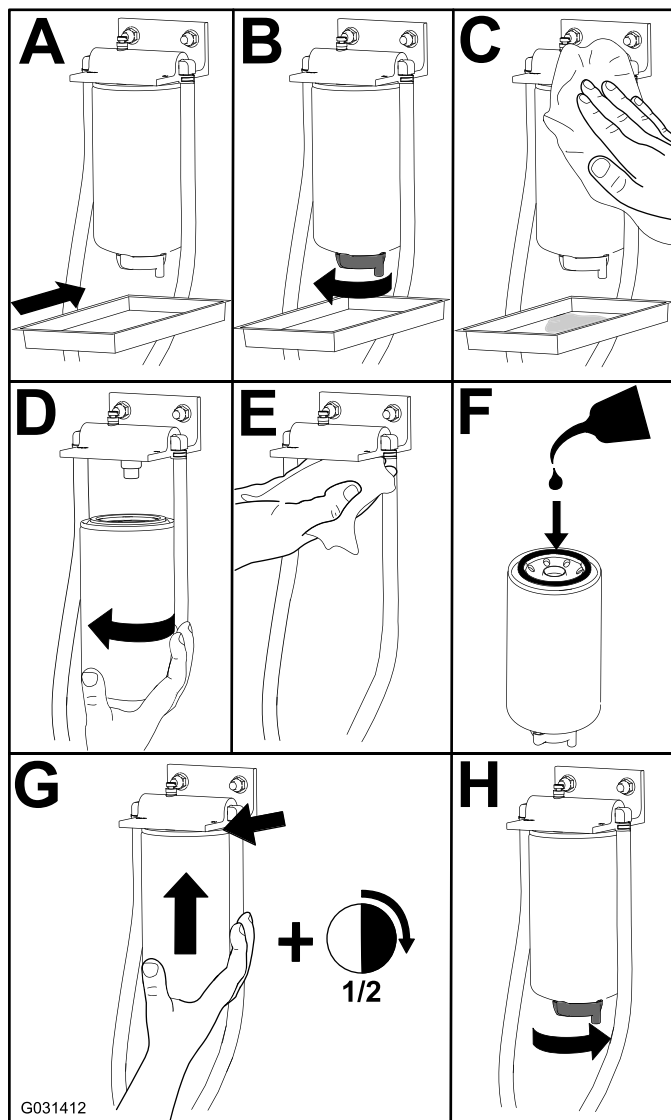

Figura 79
1. Substitua o filtro conforme mostrado no tópico Figura 79.